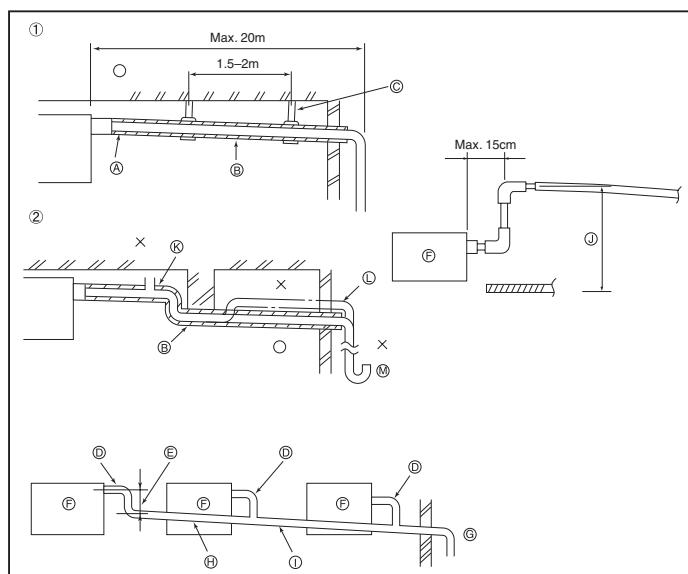

Fig. 3-4
3.4. Mise en place du tuyau d'écoulement (Fig. 3-4)
- ① Tuyautage correct
- ② Tuyautage erroné
- ③ Isolant (9 mm ou plus)
- ④ Pente descendante (1/100 ou plus)
- ⑤ Support métallique
- ⑥ Soufflerie d'air